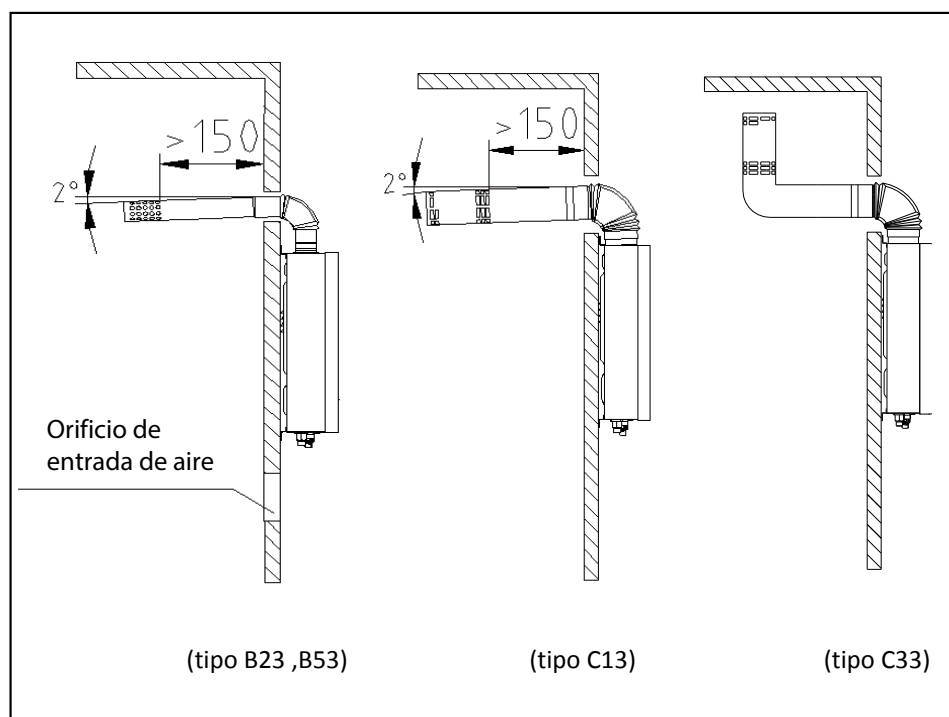

Fig. 11
- (1) Por favor, utilice el tubo suministrado por nuestra empresa, refiriéndose a la Fig. 11 sobre el método de instalación. Si el conducto de la chimenea es demasiado corto, puede extenderlo adecuadamente. Revise el conducto de la chimenea y vea si hay daños o fugas cada medio año.
- (2) La longitud del conducto de la chimenea debe ser inferior a 8m.
- (3) La distancia horizontal del conducto de la chimenea es cuanto más corta mejor. El extremo del conducto de la chimenea debe tener una inclinación descendente (Fig. 11), para permitir que el agua de condensación salga.
(1) Por favor, utilice el tubo suministrado por nuestra empresa, refiriéndose a la Fig. 11 sobre el método de instalación. Si el conducto de la chimenea es demasiado corto, puede extenderlo adecuadamente. Revise el conducto de la chimenea y vea si hay daños o fugas cada medio año. Instale la chimenea después de que el cuerpo del calentador esté fijo. En primer lugar, coloque la chimenea fija a través del agujero en la pared, luego inserte el codo en la salida de escape del calentador suavemente, el extremo de la chimenea debe tener una inclinación descendente de 2° (Fig. 11), de lo contrario la lluvia puede fluir hacia el calentador y dañarlo.
(2) La longitud del conducto de humos debe ser inferior a 4 m, y el número de codos no debe ser superior a 4 (un tubo de 1 m de tubo recto equivalente al codo).